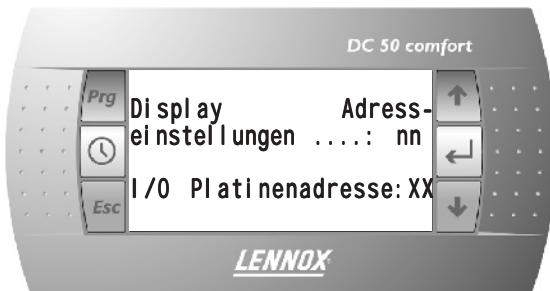

Abb. 28
- Der in Abb. 28 gezeigte Bildschirm wird mit blinkendem Cursor in der oberen linken Ecke angezeigt.